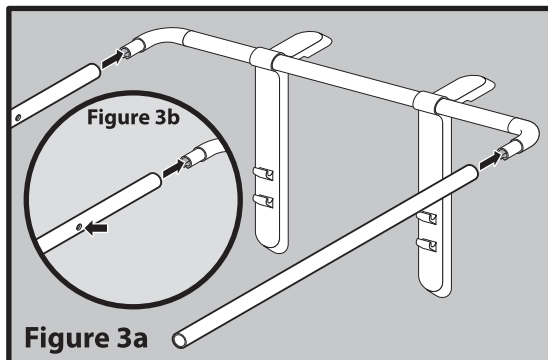

Figure 3a
3. Insert each of the two tubes, with holes, into a corner support, so that the short end of the tube is closest to the top (figure 3a). The holes on the tubes need to face inwards (figure 3b).
3. Insérer les deux tubes dotés d'un trou dans les raccords à angle droit (figure 3a). Orienter les tubes pour que les trous se trouvent à l'intérieur et le plus près possible du raccord (figure 3b).